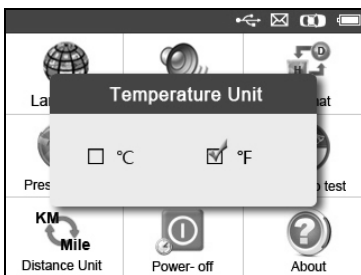

Рисунок 3.7
- 2) В окне **Temperature Unit** [Единица измерения температуры] с помощью кнопок прокрутки **влево/вправо** выберите требуемую единицу измерения температуры. (См. рисунок 3.7)